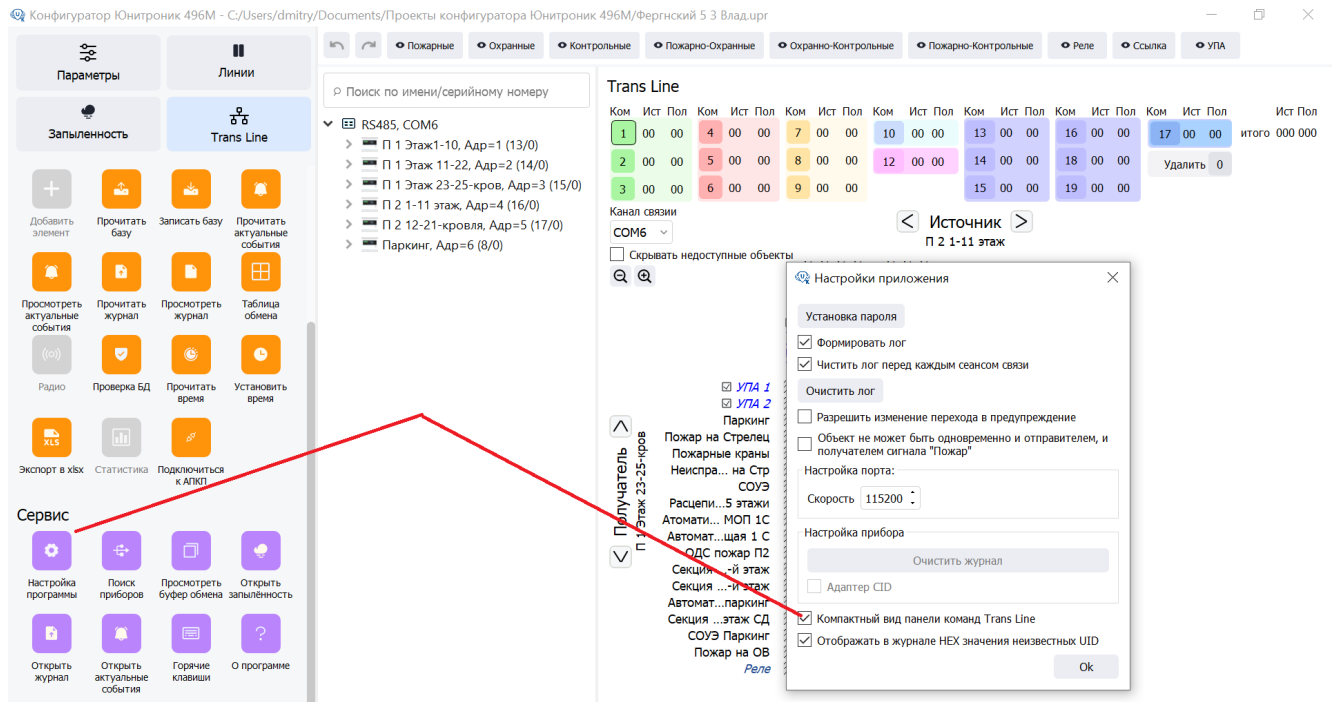

Рис.21. Компактное отображение таблицы Trans Line.
3.3. Для удобства просмотра таблицы она может быть приведена в компактный вид, как показано на рис.21. Для этого в меню Сервис нажать кнопку «Настройка программы» и установить «галочку» в выпадающем окне. При наведении курсора мышки на команду всплывает подсказка, в которой указаны данные о событии в АПКП-источнике и о команде в АПКП-получателе.